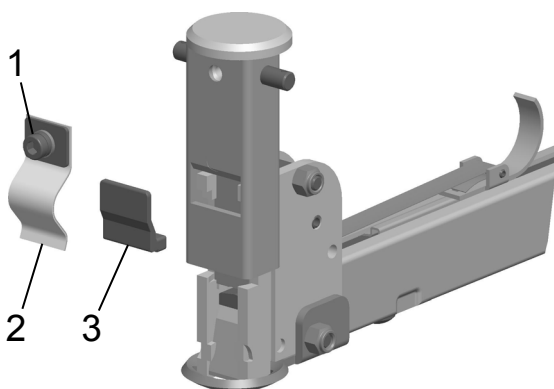

Fig. 11
- Lossa skruv (Fig. 11/1). Tryck ihop häfthuvudet och tag bort spärren (11/3).